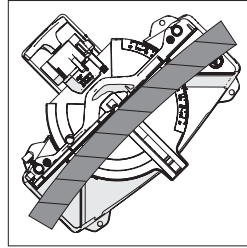

Abb. 25
**(8.8) SCHNEIDEN GEBOGENER WERKSTOFFE (Abb. 25)**